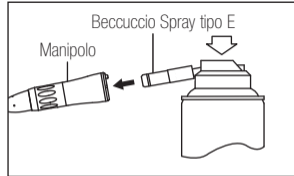

Fig. 6
- 3) Inserire il beccuccio spray nella parte posteriore del manipolo. Mantenere il manipolo e il beccuccio in tale posizione per circa 2-3 secondi. Erogare il lubrificante fino a quando non fuoriesce dalla testina del manipolo (per almeno 2 secondi). (Fig.6)